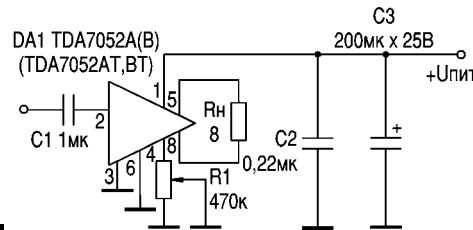

рис. 9
Схема включения ИМС типа TDA7052A (B) или TDA7052AT (BT) немного сложнее (рис.9). Предусмотрена регулировка громкости по постоянному току (аналогично УПЧЗ современных телевизоров).